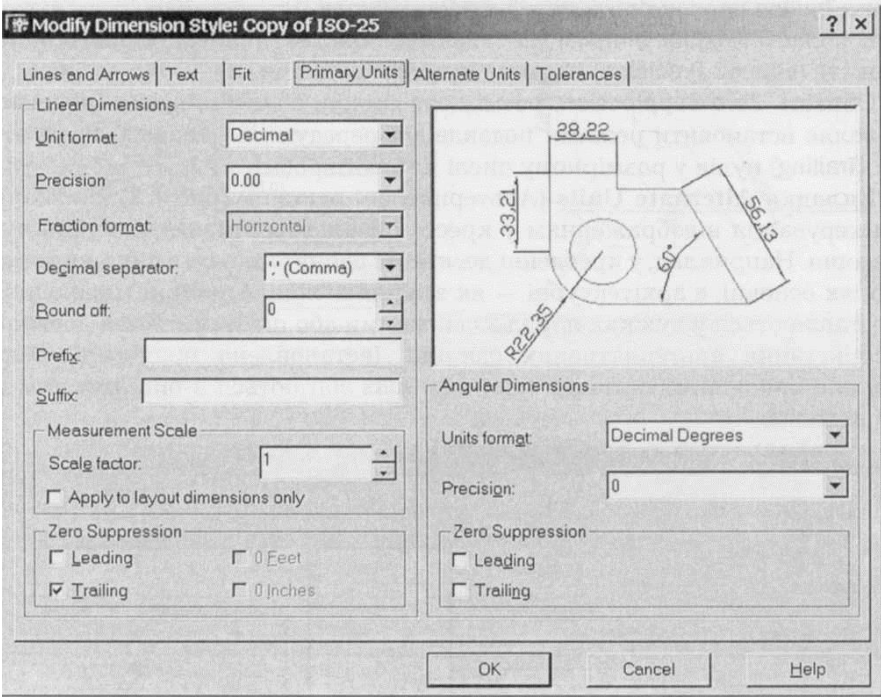

Рисунок 1.7
12. Перейдіть на вкладку **Primary Units** (Основные единицы измерения) (див. рис. 1.7). Задайте в полі **Units format** (Формат единиц измерения) **Decimal** (Десятичные). Зі списку **Precision** (Точность) виберіть пункт 0.0. При цьому на кресленні в режимі автоматичної простановки розмірів буде виводитися тільки один десятковий знак.